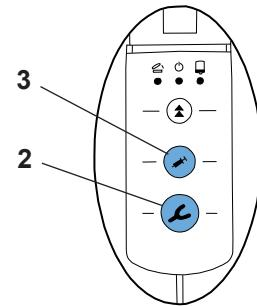

Fig. 8
- Si se pulsa la tecla de exprimido Cuchara de impresión (2, Fig. 8) o Dispensador (3, Fig. 8) sin haber seleccionado antes ningún programa, el programa activará automáticamente el programa (ST). Se encenderá el diodo situado junto a la tecla (ST).